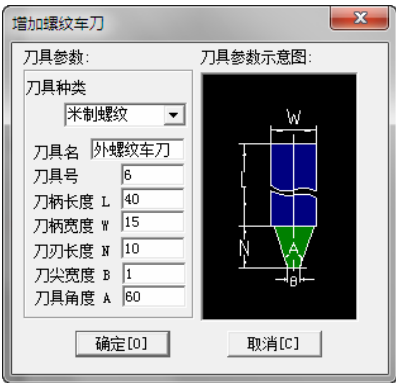

图 4-187 增加螺纹车刀参数设定
4) 单击“螺纹车刀”选项卡，单击“增加刀具”按钮，弹出“增加螺纹车刀”对话框，设置刀具名：外螺纹车刀；刀具号：6，其他参数如图 4-187 所示。单击“确定”按钮，完成车刀参数设置。